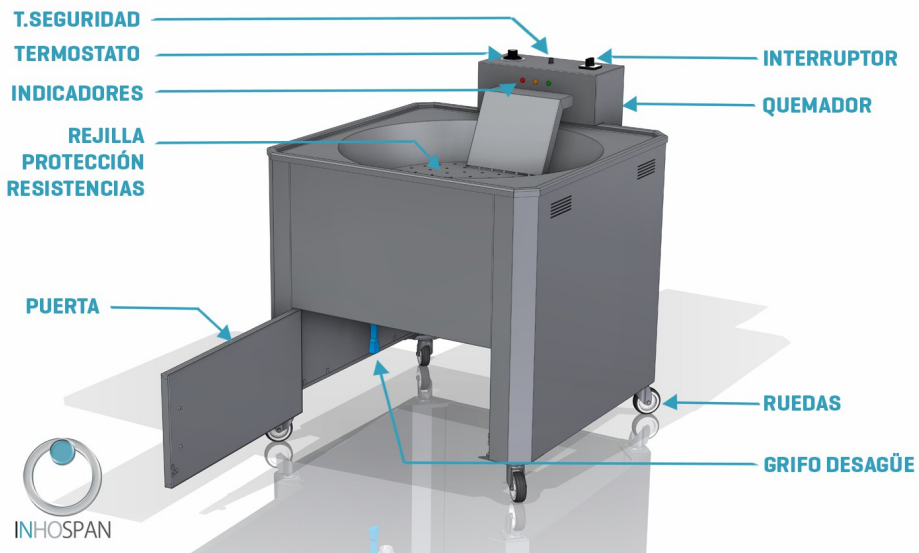

Fig.3
- Conecte el cable a una toma de corriente y pulse la tecla verde del interruptor. Véase Fig.3, pág 12. A los 10 segundos el quemador empezará a calentar hasta llegar a la temperatura indicada en el display del termostato.
Abra el grifo de vaciado, ver Fig 3. Pág. 12.